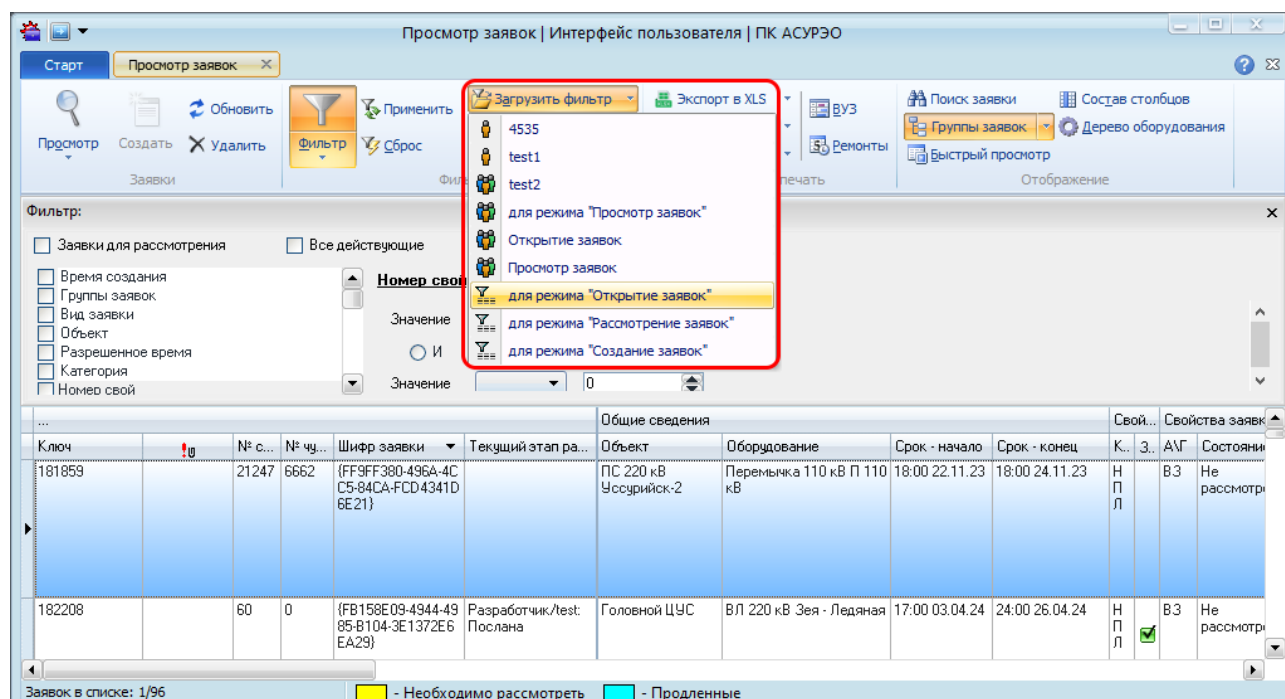

Рисунок 9.71 – Загрузка сохраненного фильтра
- 3) из контекстного меню для данного фильтра выбрать пункт « Загрузить фильтр» (Рисунок 9.71).
Также существует возможность удаления сохраненных фильтров. Для этого необходимо загрузить фильтр (Рисунок 9.71) и нажать на кнопку « Удалить фильтр» на панели инструментов.